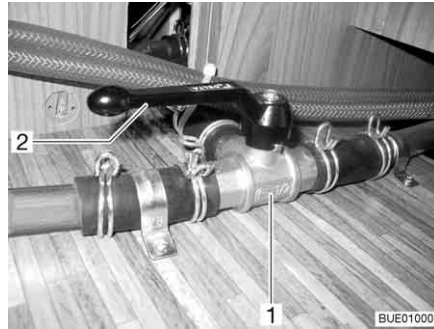

Bild 168 3-Wege-Ventil
- Den Hebel (Bild 168,2) des 3-Wege-Ventils (Bild 168,1) parallel zur geraden Durchflussrichtung (Bild 168) stellen.
- Den Hebel (Bild 168,2) des 3-Wege-Ventils (Bild 168,1) quer zur geraden Durchflussrichtung stellen.